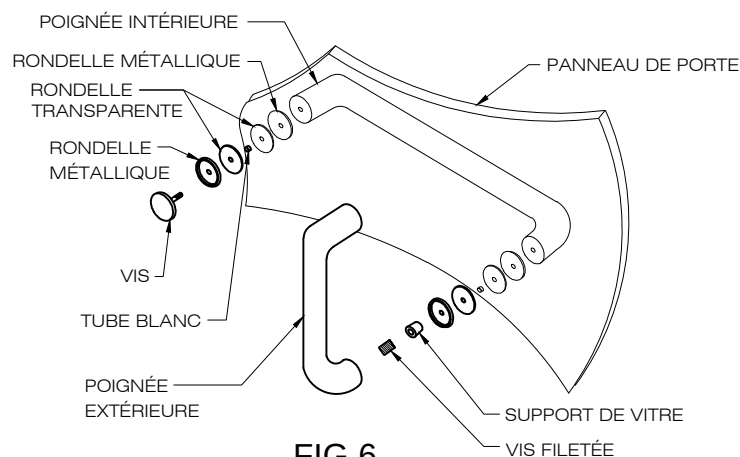

FIG.6
2. Positionnez la poignée sur la porte. Placez les rondelles en plastique (fournies) sur chaque côté de la porte. [CF FIG. 6]